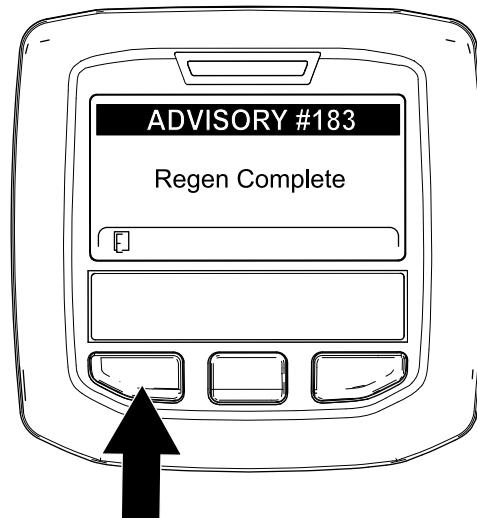

Bild 96
9. Wenn der Motorcomputer eine geparkte Regenerierung oder eine Wiederherstellung-Regenerierung abschließt, wird im InfoCenter ADVISORY #183 (Bild 96) angezeigt. Drücken Sie die linke Taste, um den Begrüßungsbildschirm anzuzeigen.
Hinweis: Wenn die Regenerierung nicht abgeschlossen wird, wird im InfoCenter „Advisory #184“ (Bild 96) angezeigt. Drücken Sie die linke Taste, um den Begrüßungsbildschirm anzuzeigen.